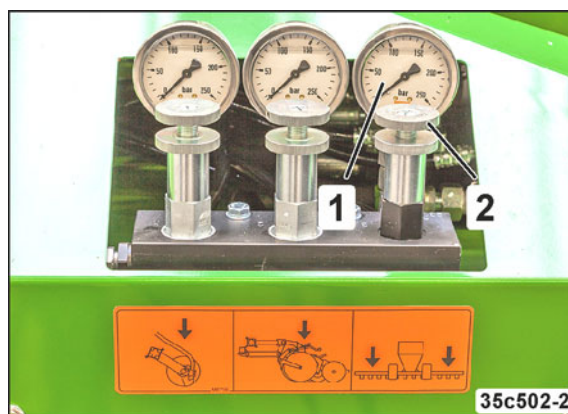

Fig. 85
- ventilen (Fig. 85/2)
- på manometeret (Fig. 85/1) eller
Det på manometeret (Fig. 85/1) viste tryk ændrer sig indtil blæseren (adskillesestromlen) kører med konstant omdrejningstal.